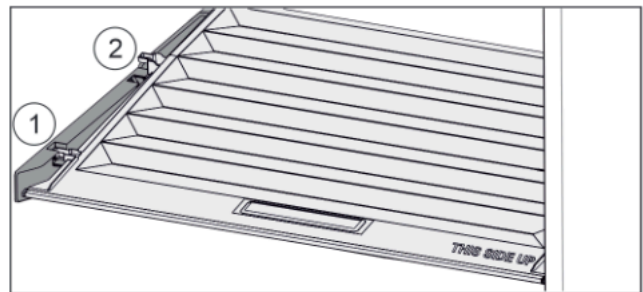

Fig. 31
- Tirare in avanti il coperchio fino all'apertura nei fermi Fig. 31 (1).
- Sollevare posteriormente dal basso e togliere verso l'alto Fig. 31 (2).